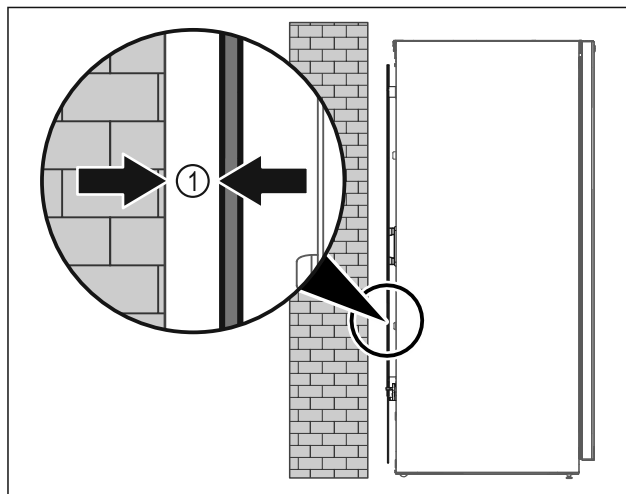

Fig. 6
- ▶ Zariadenie inštalujte voľne v priestore alebo priamo na stenu v minimálnej vzdialenosti 5 mm Fig. 6 (1).